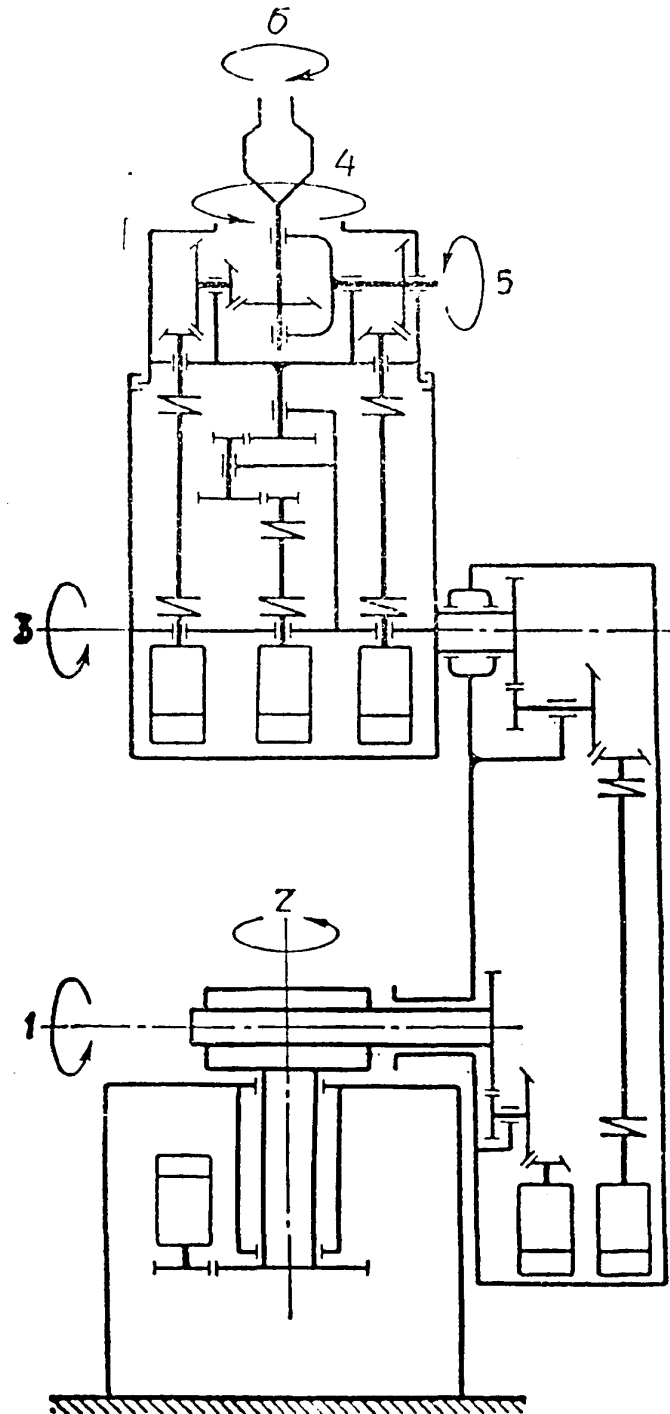
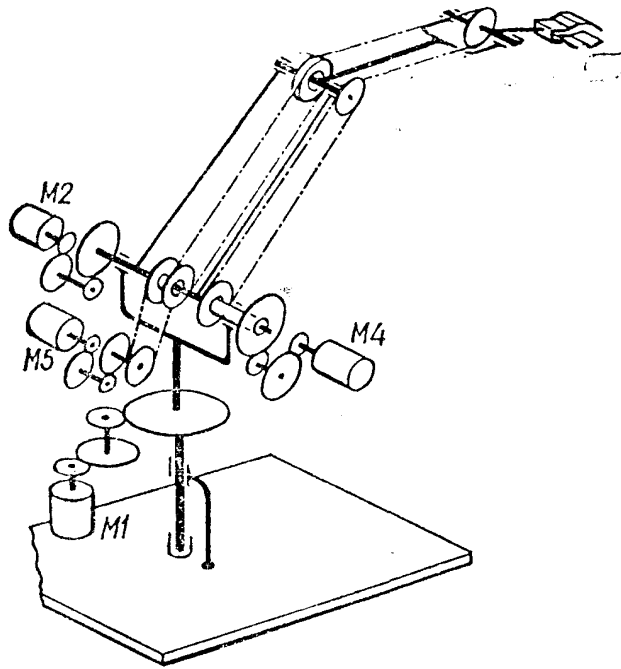
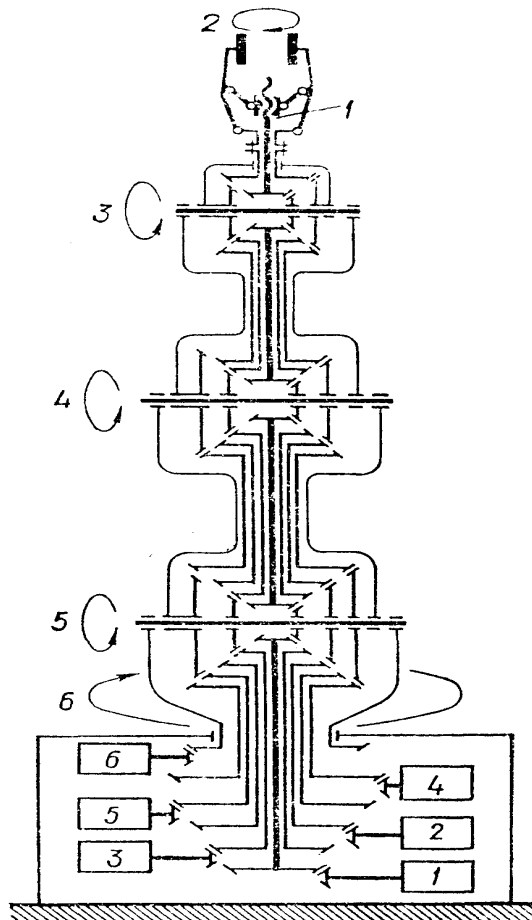

Abb. 3.9. Die Hebelantropomorphe Gestaltung des Manipulators
Abb. 3.10. Die Hebelgestaltung des Manipulators mit der Kettengetriebe
Abb. 3.11. Die Hebelgestaltung des Manipulators mit den Kegelritzeln
2) **Hebel - antropomorphe** Gestaltung des Manipulators ist auf der Abbildung 3.9 aufgeführt. Solche Gestaltung haben die Roboter ASEA, KUKA, PM-1 u.a. Die Gestaltungsvarianten der Manipulatoren sind auf der Abb. 3.10 (mit Kettengetriebe) und auf der Abb. 3.11 (mit Kegeln und Motorenposition in der Unterlage des IR) aufgeführt. Die Zahl der Motoren bestimmt die Zahl des Freiheitsgrades des IR.